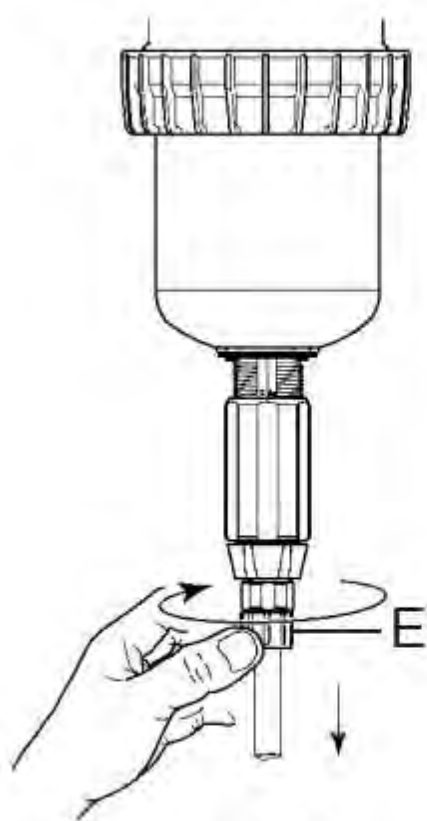
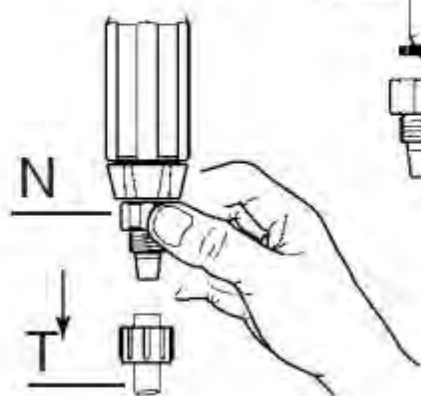

Fig. 16
Fig. 17
- ナット (図 16-E) を緩め、下に引いて吸引ホース (図 17-T) を取り外します。
- ナットを緩めて取り外します (図 17-N)。
- -サクションバルブアセンブリを取り外すには、下方方向に引きます (図 17)。